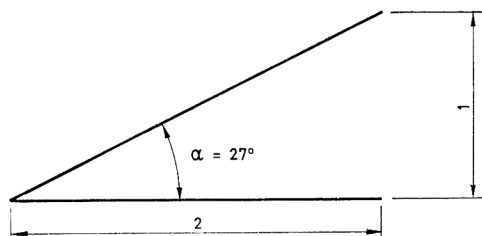

Fig. 03.3
- 3 Skifer med 70 mm enkelt omlegg kan brukes på værharde steder for takhellinger ned til 1:2 (ca. 27°), fig. 03.3